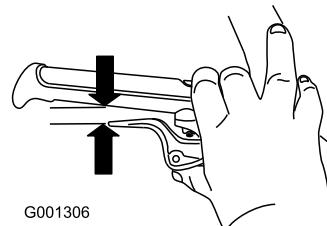

Figura 32
- Apriete la palanca a fondo, luego compruebe la distancia entre la parte inferior de la empuñadura y el extremo de la palanca del embrague de la rueda (Figura 32).
- Haga lo mismo con el otro cable (Figura 32).